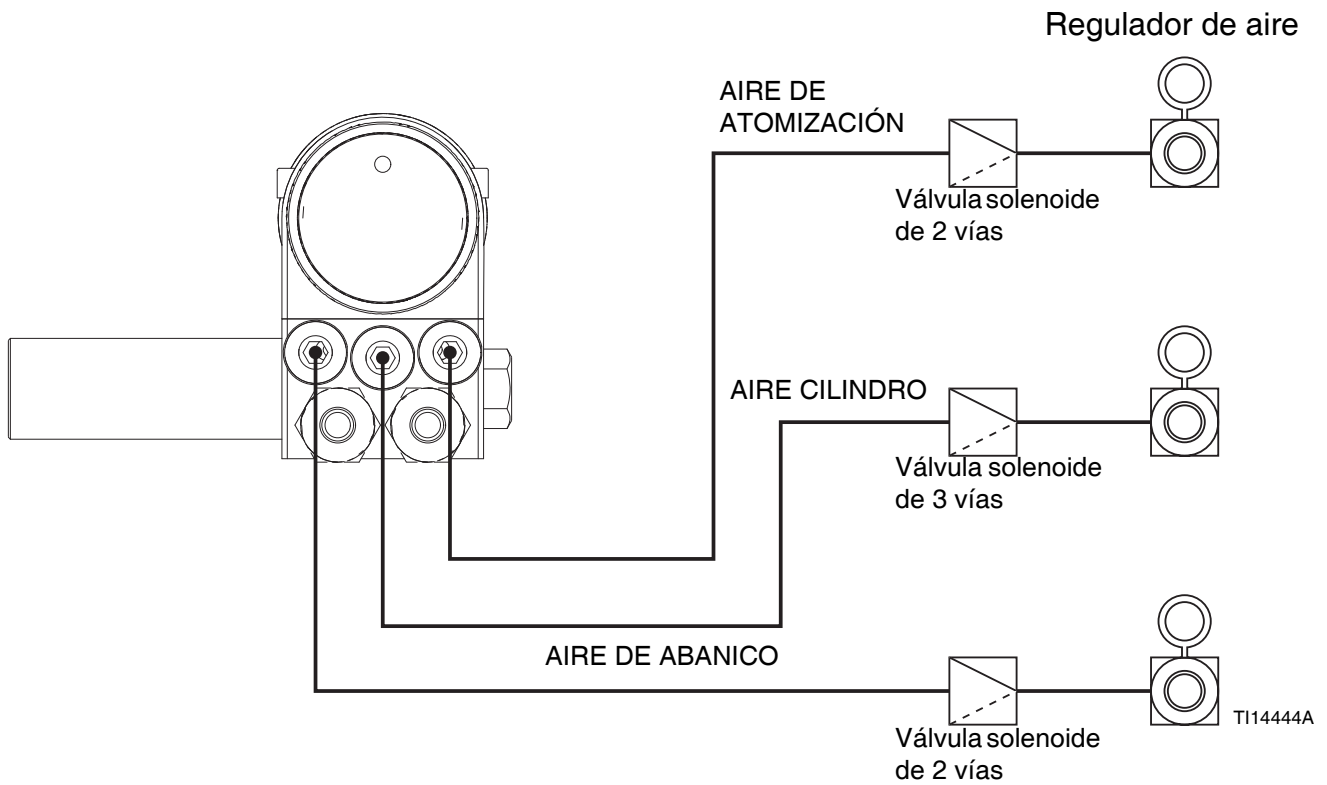
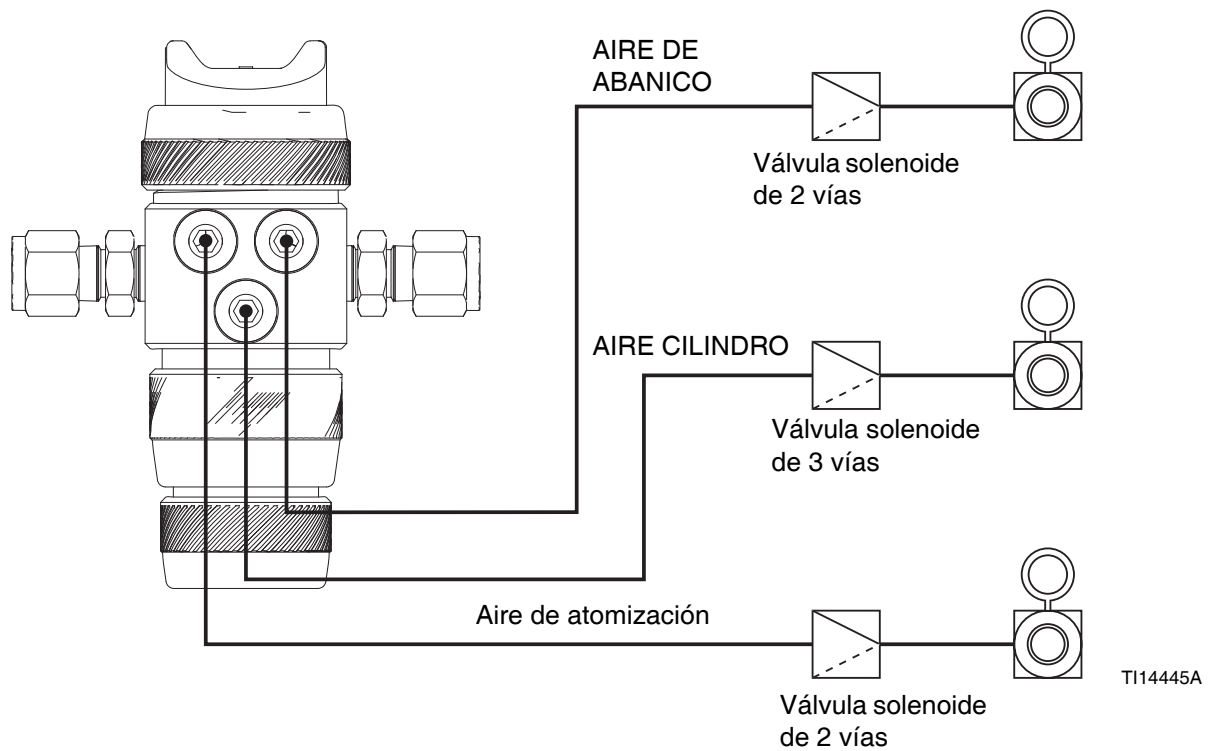

FIG. 6: Regulación remota de aire utilizando solenoide (pistolas con colector)
FIG. 7: Regulación remota de aire utilizando solenoide (Pistolas sin colector)
- Debe instalar un regulador de presión de aire (F) en la tuberías de aire CYL, FAN y ATOM de la pistola para controlar la presión de aire que llega a la misma. Ver FIG. 6 y FIG. 7.
- Instale una válvula neumática de cierre de tipo purga (E) en cada una de las tuberías de suministro de aire de la pistola, corriente abajo del regulador de aire de la pistola, para cerrar la alimentación de aire a la pistola.
1. El cilindro de la pistola, el ventilador y el atomizador de aire deben regularse y recibir suministro por separado. Para ergular el aire de manera remota, utilice solenoides (FIG. 6 y FIG. 7).